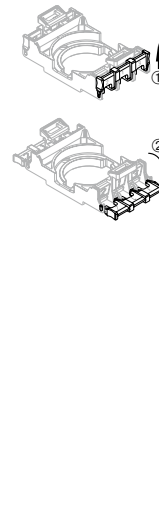

Fig. 2
- Aprire l'aletta di tenuta (vedere Fig. 2)